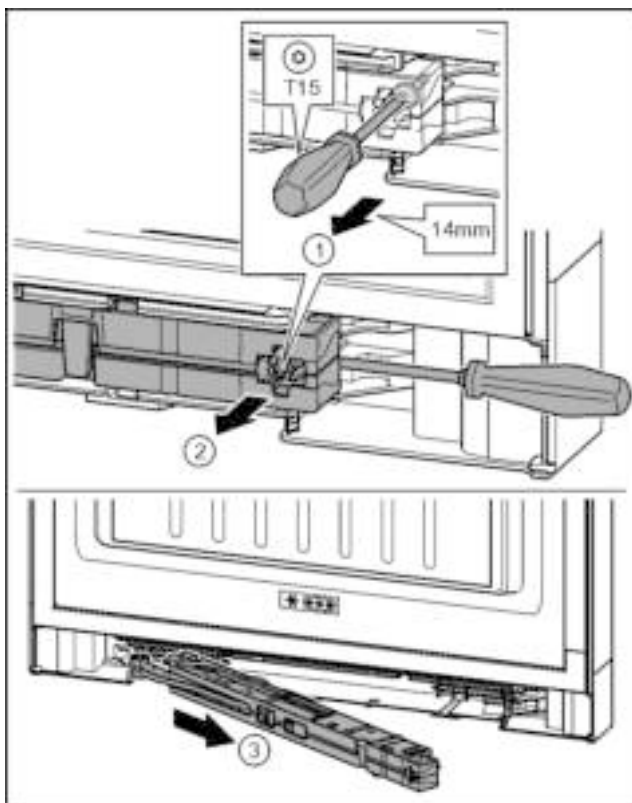

Fig. 17
- ▶ Schroef op de sluitdempereenheid met schroevendraaier T15 ca. 14 mm losdraaien. *Fig. 17 (1)*
- ▶ De schroevendraaier aan de kant van de greep achter de sluitdempereenheid aanbrengen. Eenheid naar voren draaien. *Fig. 17 (2)*
- ▶ Eenheid eruit trekken. *Fig. 17 (3)*